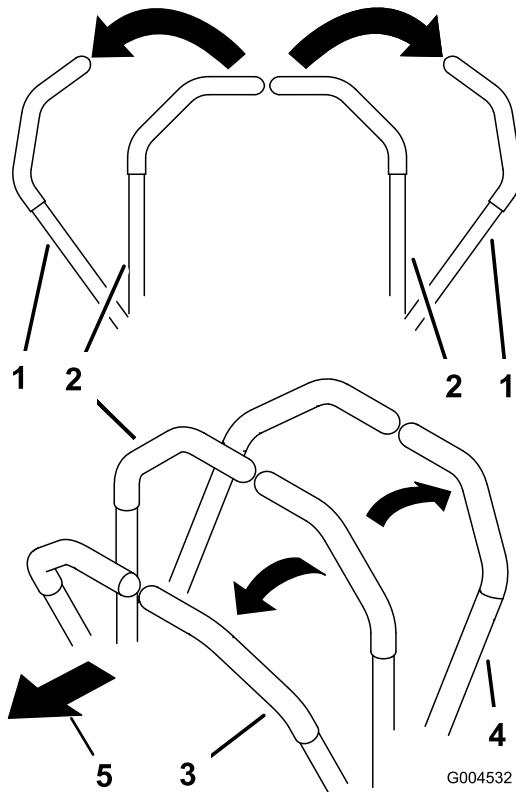

Figura 17
- Desloque as alavancas de controlo do movimento (Figura 17) para fora para a posição de bloqueadas em ponto-morto.
- Para andar a direito para a frente empurre as alavancas de controlo do movimento para a frente (Figura 17).
- Para andar a direito para a frente puxe as alavancas de controlo do movimento para trás (Figura 17).
- Para ligar, desacelere a máquina puxando para trás ambas as alavancas e depois empurrando para a frente a alavanca do lado oposto daquele que quer virar (Figura 17).